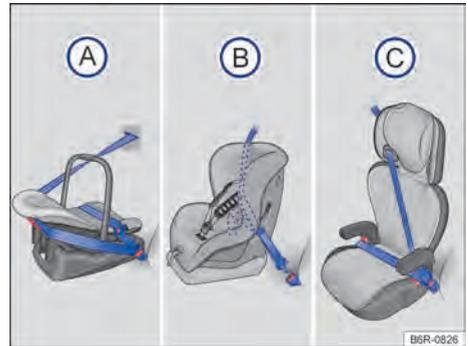

Fig. 36 As ilustrações (A), (B) e (C) mostram a fixação do sistema de retenção para crianças apenas com o cinto de segurança do veículo.
Tipos de cadeiras de criança → Fig. 36:
| Berço portátil ou bebê conforto | voltada para trás, conforme → Fig. 36 (A) | até 1 ano ou até 13 kg |
| Cadeirinha | voltada para frente, conforme → Fig. 36 (B) | superior a 1 ano e inferior ou igual a 4 anos ou entre 9 kg a 18 kg |
| Assento de elevação | voltada para frente, conforme → Fig. 36 (C) | superior a 4 anos e inferior ou igual a 7,5 anos ou com até 1,45 m de altura e peso entre 15 kg a 36 kg |